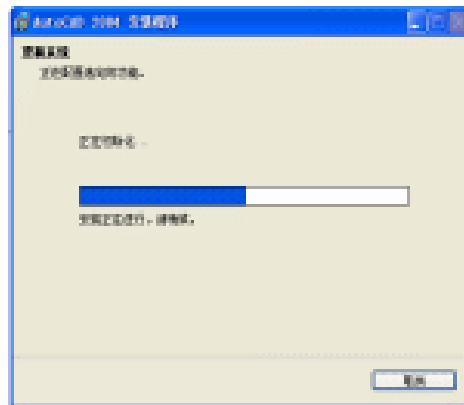

图 1-10 安装 AutoCAD 2004 ——安装过程
(10) 弹出询问窗口，确认是否开始进行安装。如果重新输入安装信息，单击【上一步】按钮；如果确认开始安装，单击【下一步】按钮。
(11) 开始安装。安装过程如图 1-10 所示。
(12) 安装完成。单击【完成】按钮结束安装。
(13) 双击桌面上的图标，运行 AutoCAD 2004，根据提示输入授权号，完成安装。